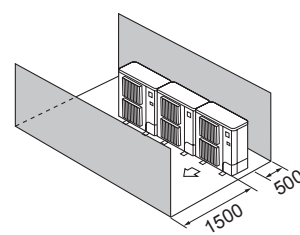

Fig. 2-15
- ④ Hindringer kun foran og bak (Fig. 2-15)